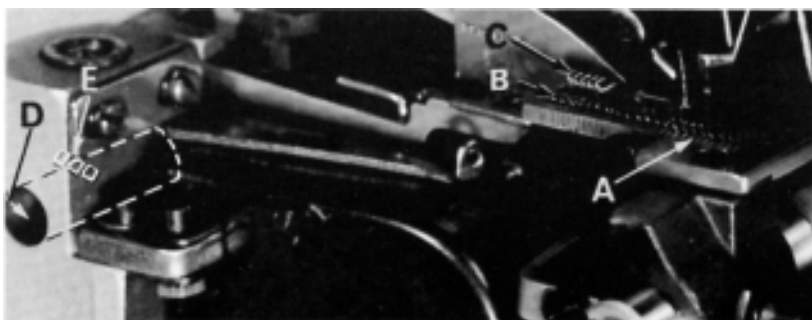

FIG. 9
Set the main and the chaining feed dogs (A and B, fig. 9) so that the top surfaces of teeth all lay in the same place. This can be checked by laying a rule on the feed dog teeth. After mounting throat plate, feed dogs should be leveled with throat plate surface by rotating feed tilting adjusting pin (C, Fig. 9). This pin raises or lowers the back end of feed bar. The feed dogs must be aligned when their teeth just appear above the throat plate surface.
Screw (D, Fig. 9) locks the feed tilting adjusting pin.
Bauen Sie den Haupt- und den Ketteltransporteur (A und B, Fig. 9) so ein, daß die Oberkante der Zähne in einer Ebene liegen. Dies kann man durch Auflegen eines Lineals über die Zähne prüfen. Der Haupttransporteur wird durch Drehen am Transport-Einstellbolzen (C, Fig. 9) in einer Ebene mit der Stichplattenoberfläche gebracht. Dieser Einstellbolzen hebt oder senkt das hintere Ende des Transporteurträgers. Der Transporteur muß zu dem Zeitpunkt, an dem die Zähne gerade an der Stichplattenoberfläche erscheinen, ausgerichtet werden.
Mit der Schraube (D, Fig. 9) wird der Transport-Einstellbolzen befestigt.
If it becomes necessary to move looper thread pull-off (AF) be sure to take up all end play in needle drive shaft before tightening. If upper looper is located so that it is higher over throat plate than recommended in (Fig. 9) the purl will tend to form near top edge. If upper looper is too low, the purl will form nearer the bottom edge.
Muß der Fadenabzugsbügel (AF) verstellt werden, so ist darauf zu achten, daß jegliches Spiel auf der Nadelantriebsachse beseitigt ist, bevor die Befestigungsschraube angezogen wird. Wenn der Obergreifer über der Stichplatte höher steht als in (fig. 9) empfohlen, so erfolgt die Fadenbindung mehr an der oberen Stoffkante. Während bei tieferer Greiferstellung die Bindung mehr an die untere Stoffkante zu liegen kommt.